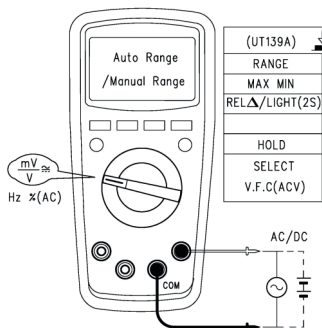

Fig. 2
1. Brancher le câble de mesure rouge au connecteur de mesure $V\Omega$ et le câble de mesure noir au connecteur de mesure COM. Se reporter à la Fig. 2.
3. Brancher les deux pointes de touche à l'objet à mesurer. Lorsque la tension d'entrée (CC) est négative, un Moins s'affiche devant la valeur de mesure.